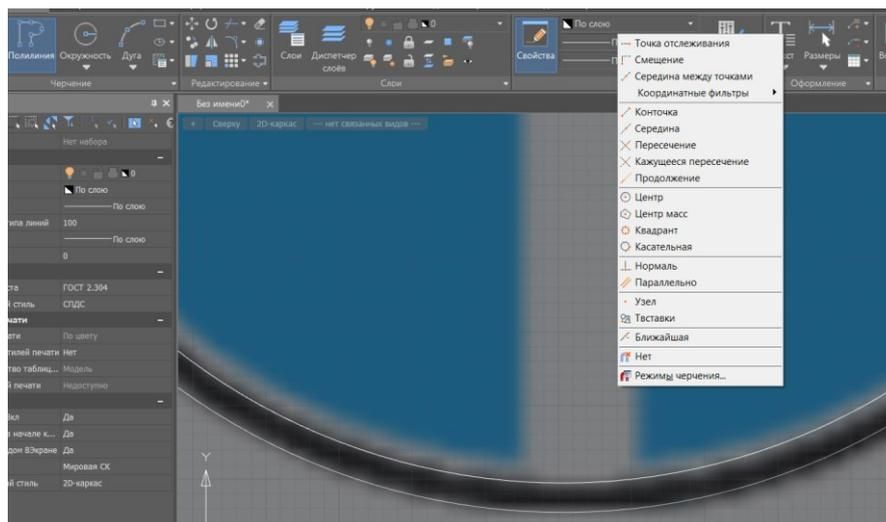
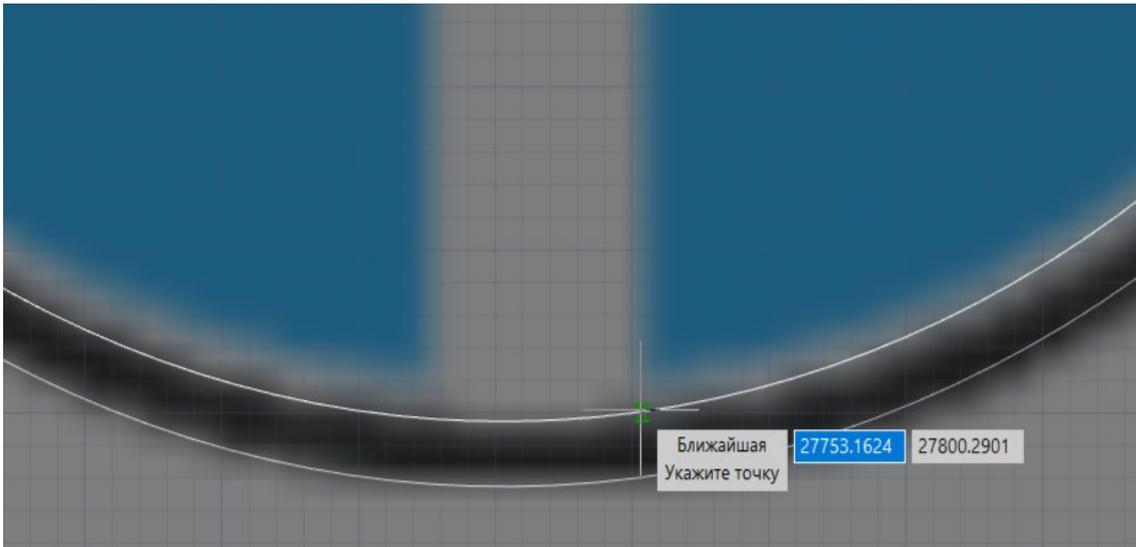

Рис. 3.53
Рис. 3.54
6. Стрелку вычерчиваем поли-линией. Важно, чтобы контур стрелки был замкнут. Если контур не замкнется- штриховка не наложится. Для этого выбираем функцию «Полилиния», наводимся на точку соединения стрелки и круга, и не нажимая, зажимаем CTRL и нажимаем правую кнопку мыши. В окошке выбираем функцию «Ближайшая» (рис. 3.53). На окружности высветится зеленый треугольник -нажимаем (рис. 3.54).